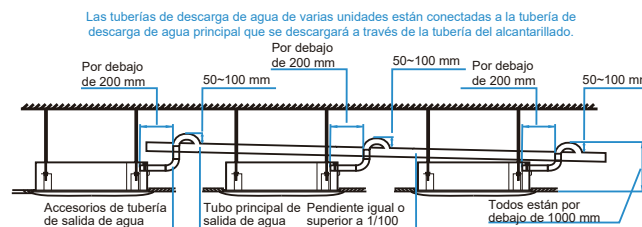

Figura 29
7. Cuando la salida de la tubería de descarga de agua es más alta que la conexión de la tubería para la succión de agua, trate de mantener la tubería de descarga de agua lo más vertical posible. Los conectores de conexión de salida de agua se doblarán para que la altura de la tubería de descarga de agua esté dentro de los 1000 mm de distancia de la base de la bandeja de drenaje. De lo contrario, habrá un flujo excesivo de agua cuando se detenga la operación. Vea la Figura 29